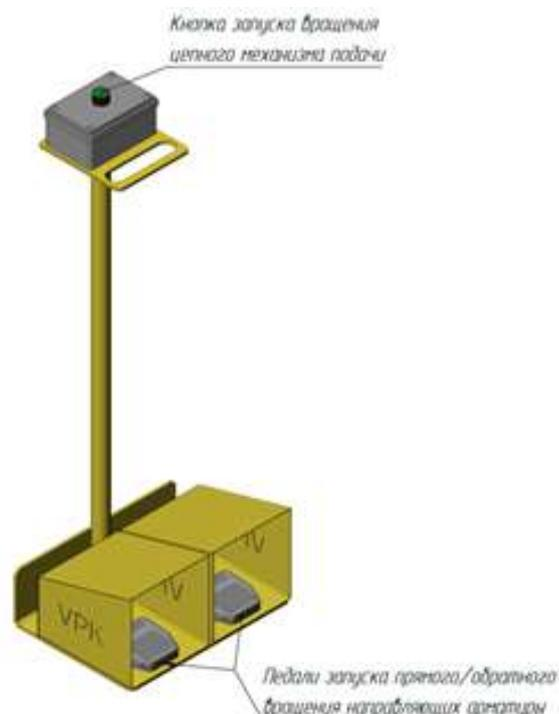

Рис. 4. Двойная педаль управления
- при помощи двойной педали управления (рис.4) подайте арматурные прутки на направляющие арматуры подающей секции, проворачивая направляющие для выбора секции загрузки;